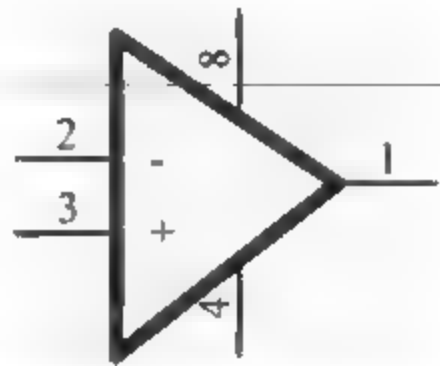

图 3-24 绘制元件的第一个子部件
(3) 先在 Part A 里绘制第一个部件。单击原理图绘制工具栏中的“放置多边形”按钮 ，光标变成十字形状，在原理图库编辑器的原点位置绘制一个三角形的运算放大器符号。
(4) 放置管脚。单击原理图符号绘制工具栏中的“放置管脚”按钮 ，光标变成十字形状，并带有一个管脚图标。将该管脚移到运算放大器符号边框处，单击鼠标完成放置。用同样的方法，将其他管脚放置在运算放大器三角形符号上，并设置好每一个管脚的属性，如图 3-24 所示。这样就完成了第一个部件的绘制。